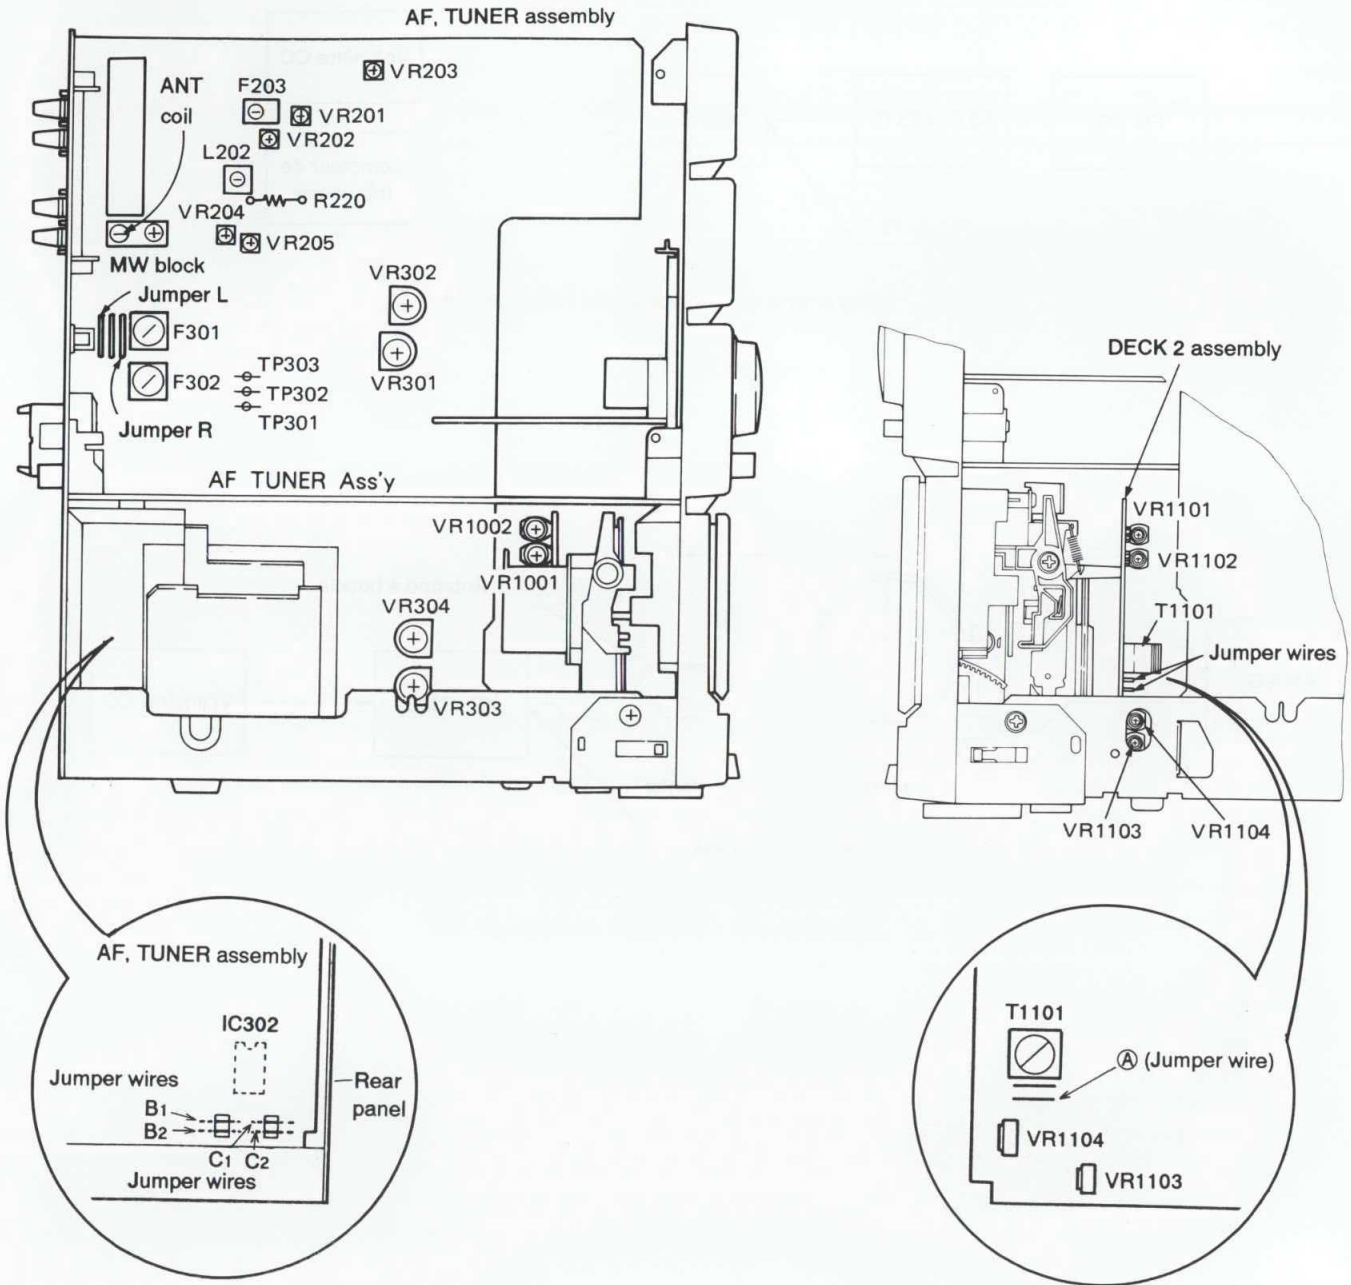

Fig. 8-3. Points de Réglage et Points D'essai
- Pour les réglages des points d'essai et des commandes, se référer à la figure 8-3.
**Remarque:** Pour rendre plate la réponse en fréquence de l'égaliseur phono, effectuer les points de réglage 2 à 4 suivants en connectant respectivement B1 à B2 et C1 à C2 (se reporter à la Fig. 8-3).